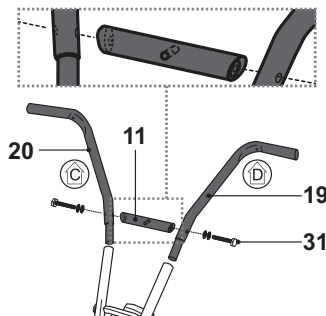

Fig. 2b
- Aligned l'une des barres de liaison [11] entre les pieds C [20] et D [19] et fixez-la avec deux kits de montage [31] (Fig. 2b).